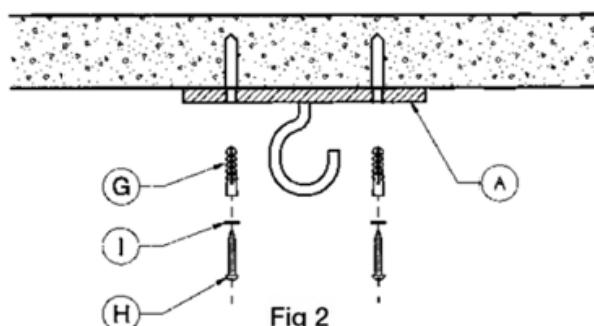

Fig 2
Pour assurer une fixation correcte, percer le plafond au diamètre des chevilles (G) fournies avec l'appareil. Insérer les 2 chevilles et fixer le support crochet en tôle (A) avec les vis (H) et rondelles (I) fournies. (**Fig.2**)